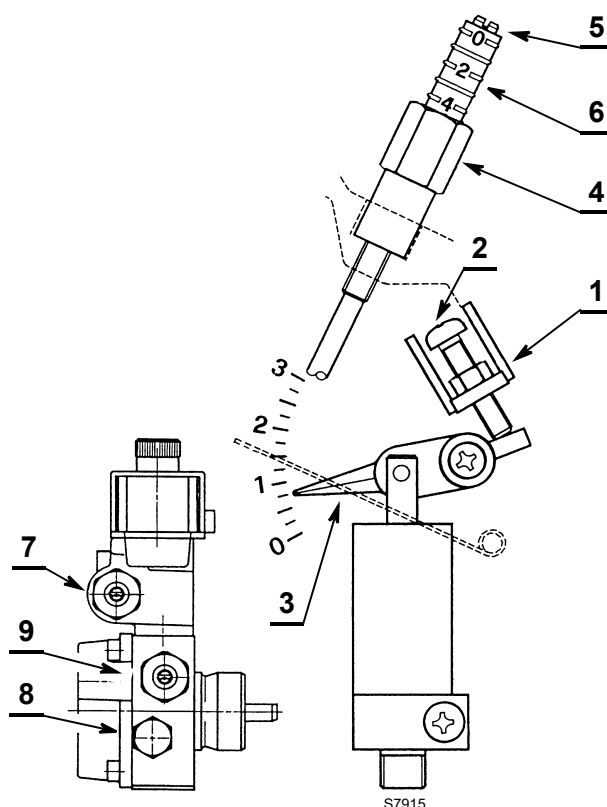

Abb. 13
- Lösen Sie die Mutter 1)(Abb. 13), betätigen Sie die Schraube 2)(Abb. 13) und stellen Sie den Zeiger 3)(Abb. 13) in die gewünschte Position.
- Nach der Einstellung die Mutter 1)(Abb. 13) wieder festziehen.
Stellen Sie bei Bedarf den Druck durch Betätigen der Schraube 7) neu ein (Abb. 13).
Der Druckmesser zur Kontrolle des Drucks wird anstelle des Stopfens 8)(Abb. 13) montiert.
- Lösen Sie die Mutter 4)(Abb. 13), betätigen Sie die Schraube 5)(Abb. 13) und stellen Sie den Zeiger 6)(Abb. 13) in die gewünschte Position.
- Nach der Einstellung die Mutter 4)(Abb. 13) wieder anziehen.
Stellen Sie bei Bedarf den Druck durch Betätigen der Schraube 9) neu ein (Abb. 13).